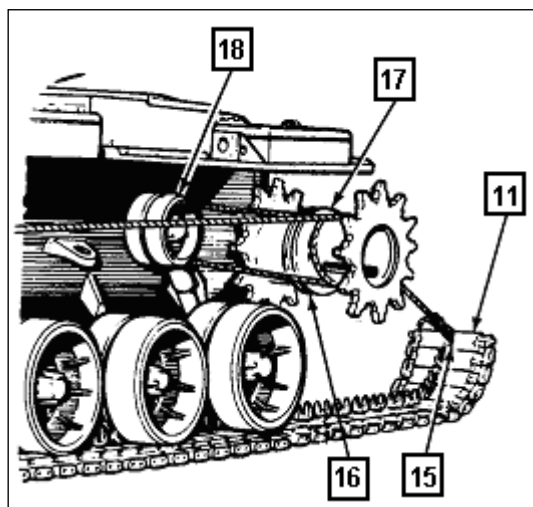

Fig 6-22. Instalação da lagarta, utilizando uma corda
g. Fixar uma corda no centro do pino do patim (15) da ponta traseira da lagarta a ser instalada(11) (Fig 6-22).
h. Passar a corda (16) sobre a polia motora (17), sobre o último rolete de apoio (18), retornar para a polia motora, contornando a mesma de forma que a ponta da corda fique para a frente do veículo. Puxar e fixar a ponta da corda firmemente. (Fig 6-22)